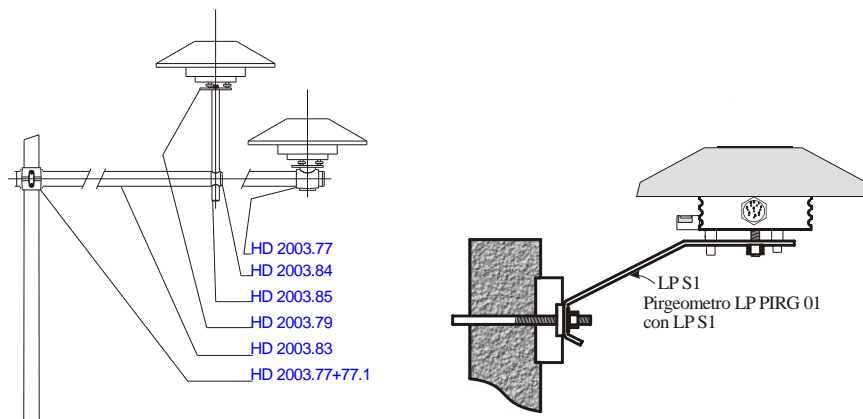

Figura 3
- Il supporto LP S1 (figura 3), fornito a richiesta come accessorio, permette un facile montaggio del pirgeometro su un palo di sostegno. Il diametro massimo del palo a cui il supporto può essere fissato è di 50 mm. Per fissare il pirgeometro alla staffa di sostegno togliere lo schermo, svitando le tre viti, fissare il pirgeometro, completata l'installazione fissare nuovamente lo schermo bianco.